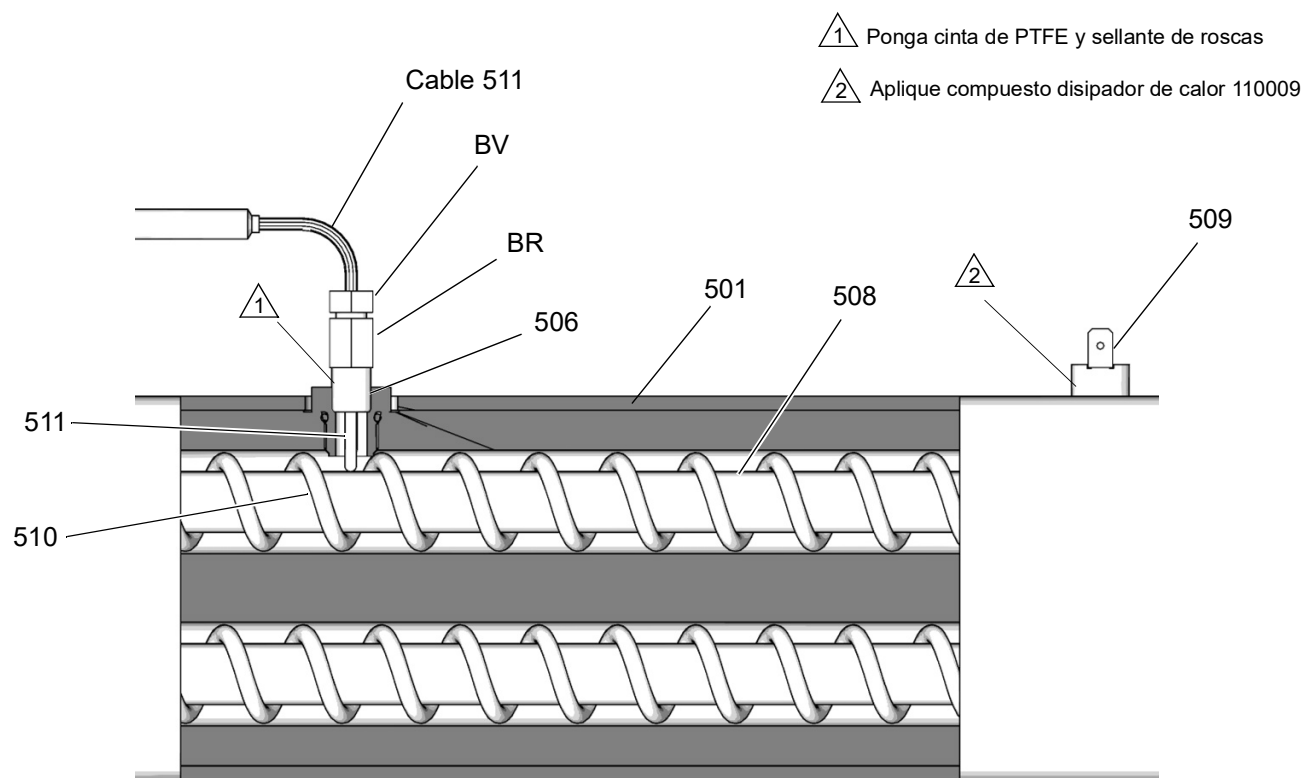

FIG. 69: Termopar
6. Saque los cables del termopar del armario eléctrico (C). Observe su recorrido ya que deben volver a colocarse de la misma manera.
7. Vea la FIG. 69, página 68. Afloje la tuerca del casquillo (BV). Retire el termopar (511) de la carcasa del calentador (501), y retire después la carcasa del termopar (BR). No desmonte el adaptador del termopar (506) a menos que sea necesario desmontar el mezclador (510). Si fuera necesario retirar el adaptador, compruebe que el mezclador (510) no interfiera al sustituir el adaptador.
8. Sustituya el termopar. Vea la FIG. 69.
- a. Retire la cinta de protección de la punta del termopar (511).
- b. Ponga cinta de PTFE y sellante de roscas en las roscas macho y apriete la carcasa del termopar (BR) en el adaptador (506).
- c. Empuje el termopar (511) de forma que la punta haga contacto con el elemento calentador (508).
- d. Sujetando el termopar (511) contra el elemento calentador, ajuste la tuerca del casquillo (BV) 1/4 de vuelta más después de ajustarla a mano.
9. Enrute los cables del termopar por el interior del armario eléctrico (C) y forme un haz como antes. Vuelva a conectar los cables a la tarjeta de circuito impreso.
11. Encienda simultáneamente los calentadores A y B para probarlos. Las temperaturas deben subir a la misma velocidad. Si un calentador está bajo, afloje la tuerca del casquillo (BV) y apriete la carcasa del termopar (BR) para asegurarse de que la punta del termopar (511) haga contacto con el elemento (508).